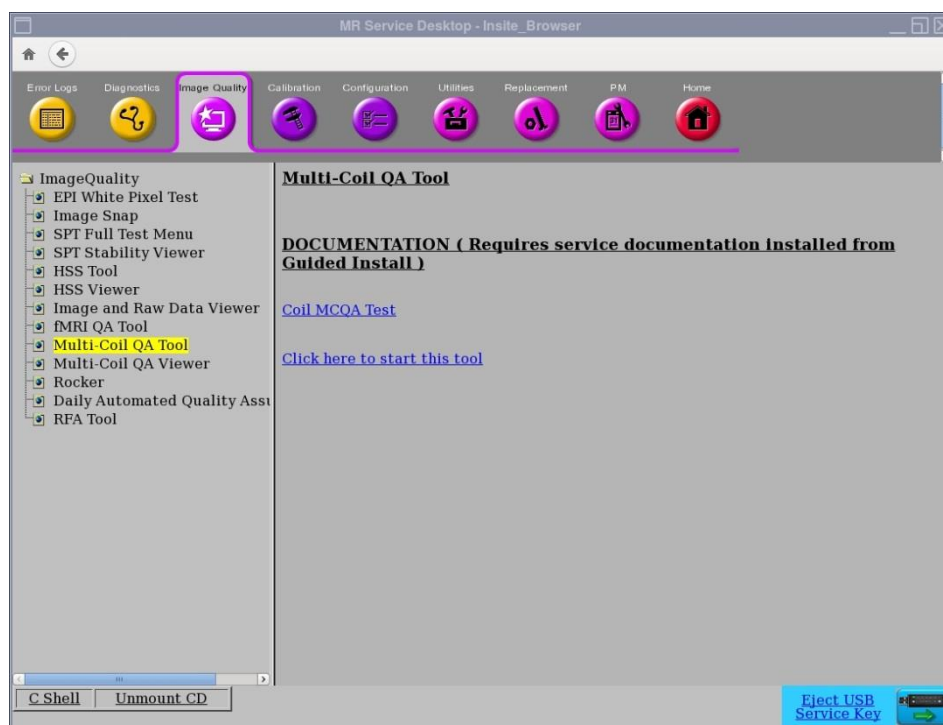

Figura 1
1. Aceda a Common Service Desktop (CSD) -> Service Browser -> [Image Quality] “Multi-Coil QA Tool” -> “Click here to start this tool” (Ambiente de trabalho de assistência técnica comum -> Browser de assistência técnica -> [Qualidade da imagem] “Ferramenta de garantia de qualidade multi-bobinas” -> Clique aqui para iniciar esta ferramenta), conforme apresentado na Figura 1.